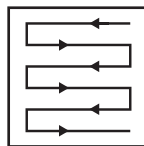

Fig. 19
5. Corte el césped en pasadas que se solapen ligeramente. El patrón más eficaz para cortar el césped es en pasadas rectas paralelas a uno de los lados. De esta forma, las pasadas serán regulares y se asegurará de cortar todo el césped sin dejarse ninguna zona (Fig. 19).